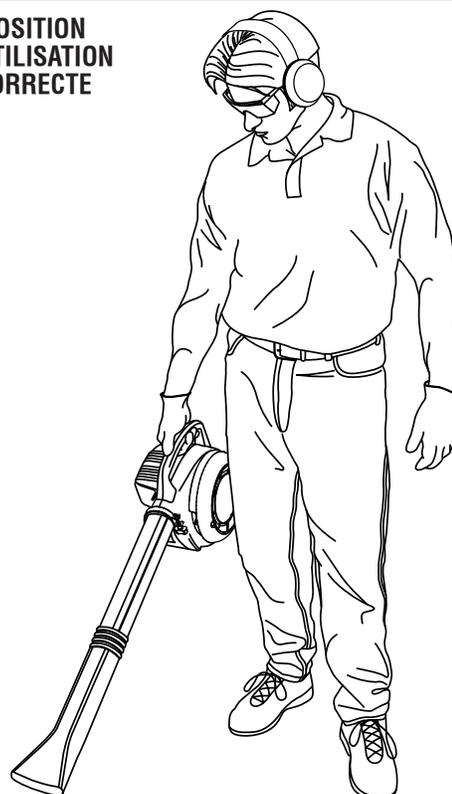

Fig. 5
Voir les figures 5 et 6.
- Tenir la soufflante par la poignée, avec la main droite. (La position d'utilisation correcte est montrée à la figure 5.)